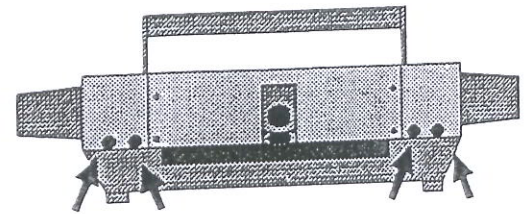

Fig. 12 Meeteenheid DO 285
- Draai de kartel-bouten op de zijpanelen los (8 stuks, zie Fig. 12);